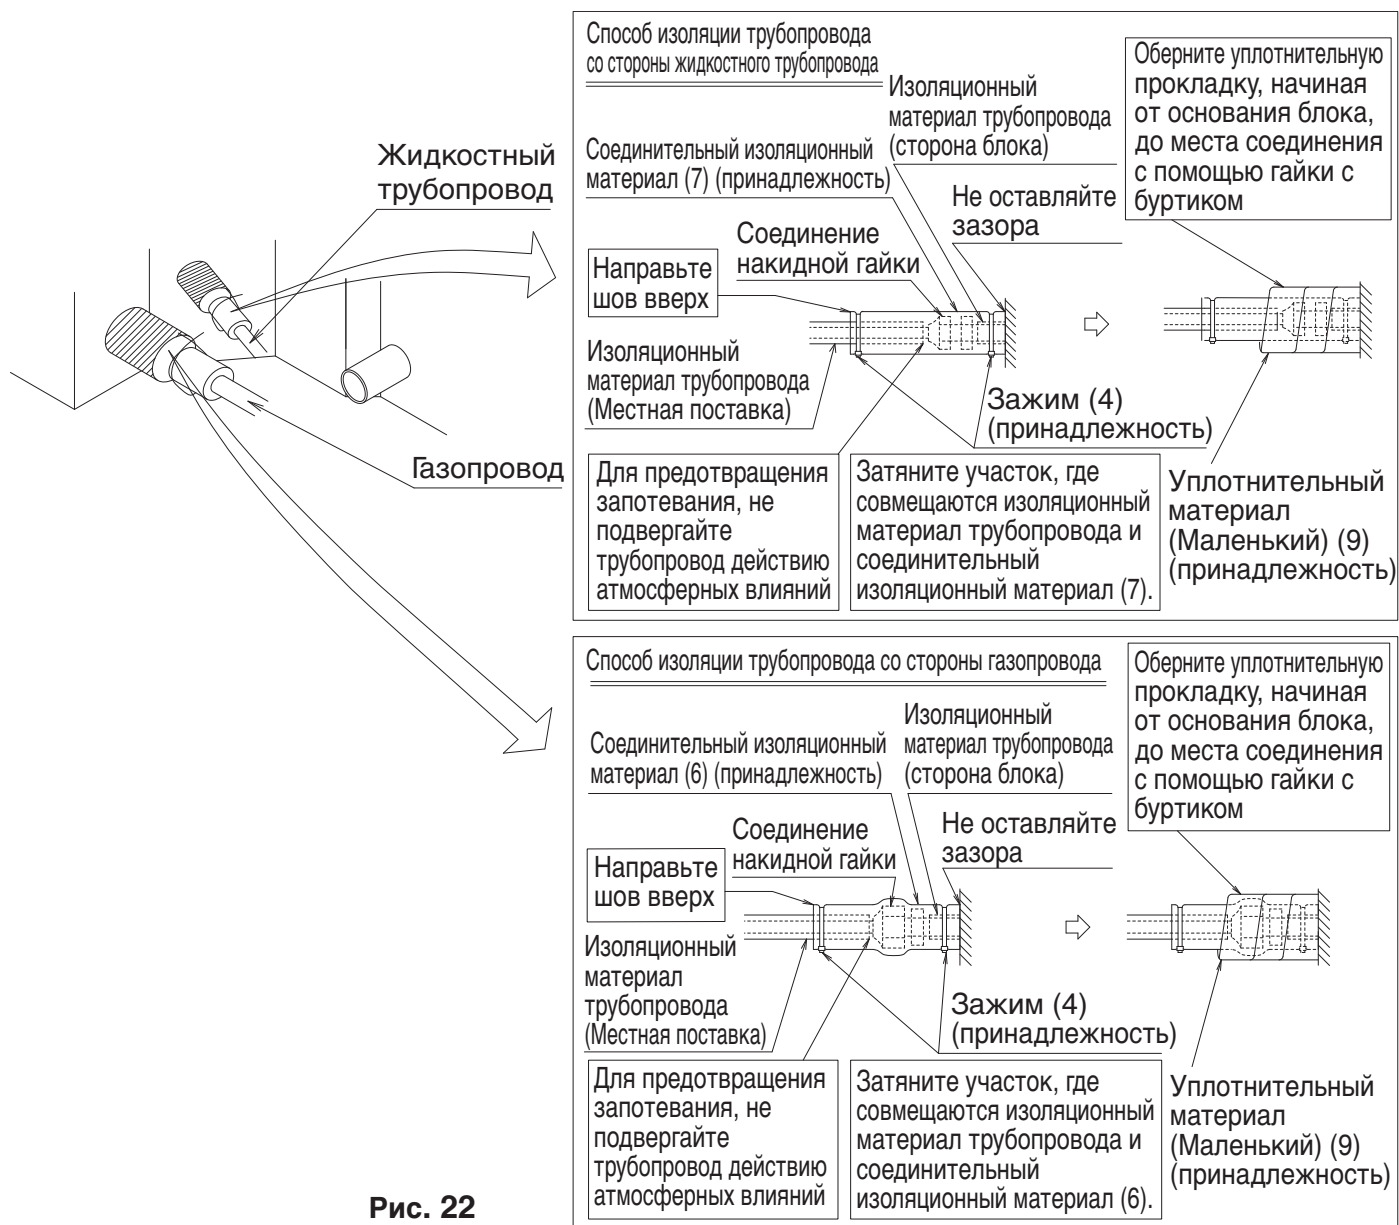

Рис. 22
жающего воздуха. (См. рис. 22)
Изолируйте трубопровод таким же образом, как показано на рис. 22, при помощи прикрепленного соединительного изоляционного материала (6).